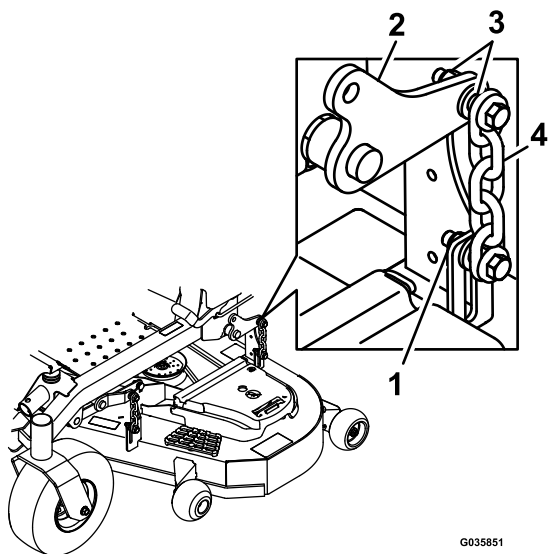

Figura 83
15. Afloje las contratuercas (Figura 83) en las 4 esquinas y compruebe que la carcasa de corte está bien asentada sobre los cuatro bloques.